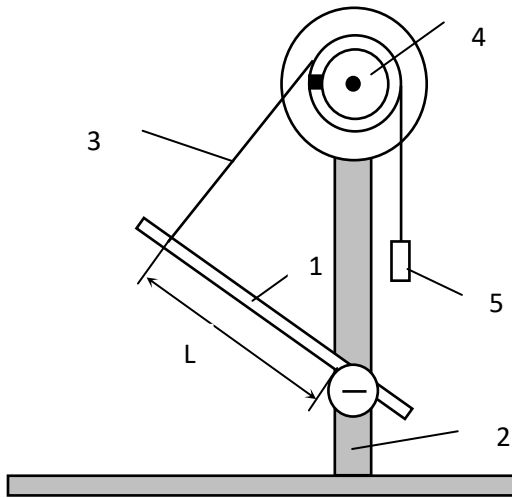

Рис. 7. Схема лабораторной установки.
Модуль Юнга определяют по измерению коэффициента жесткости балки при изгибе. Схема опыта приведена на рис. 7.
Для круглого стержня диаметром  $d$  и длиной до точки крепления  $L$  (рис. 7) коэффициент жесткости и модуль Юнга связаны соотношением:
3. Собрать установку согласно схеме, приведенной на рис.7. Определить расстояние  $L$ . Вычислить доверительные интервалы для диаметра  $\Delta\bar{d}$  и расстояния  $\Delta\bar{L}$ .
7. По средним значениям  $m_1, m_2, T_1$  и  $T_2$  по формуле (33) вычислить среднее значение коэффициента жесткости стержня  $\bar{k}$ .